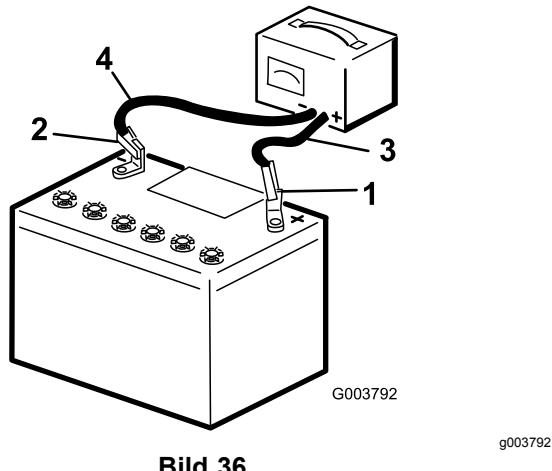

Bild 36
2. Laden Sie die Batterie für 10-15 Minuten mit 25 A bis 30 A oder 30 Minuten lang mit 4 A bis 6 A (Bild 36). Überladen Sie die Batterie nicht.
3. Wenn die Batterie voll geladen ist, ziehen Sie den Stecker des Ladegeräts aus der Dose. Klemmen Sie dann die Klemmen des Ladegeräts von den Batteriepolen ab (Bild 36).